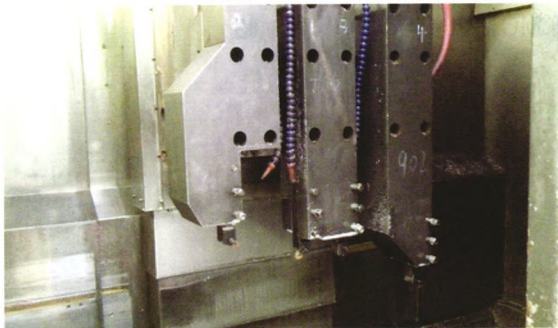

图6 排刀架
(2) 车刀架为排刀设计，相对传统的转塔式刀架节省了换刀时间，并且消除了转塔刀架故障率高的缺陷（见图6）。